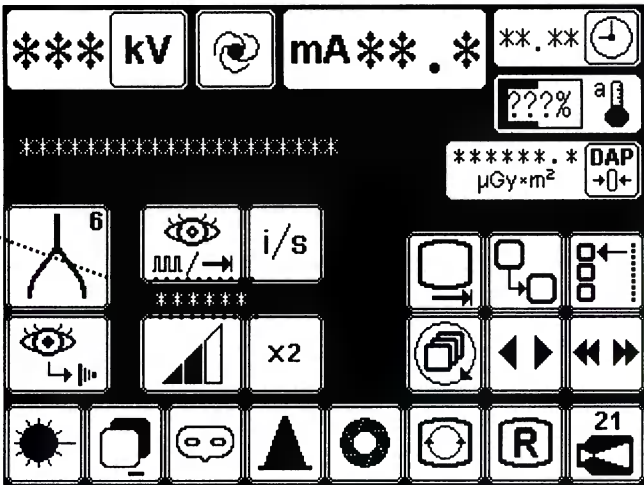

Рисунок 93
9.5.5.1 На панели управления указывается приблизительное значение времени выпуска рентгеновского излучения, остающееся в режиме рентгеноскопии до того, как тепловые единицы, имеющиеся в рентгеновской трубке, закончатся (см. рисунок 93).